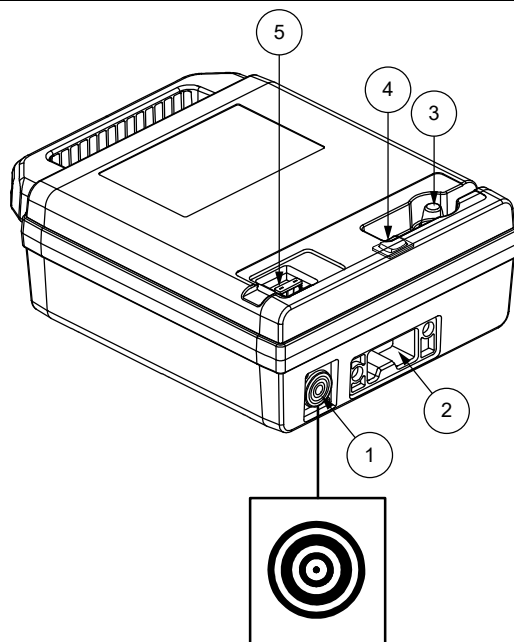
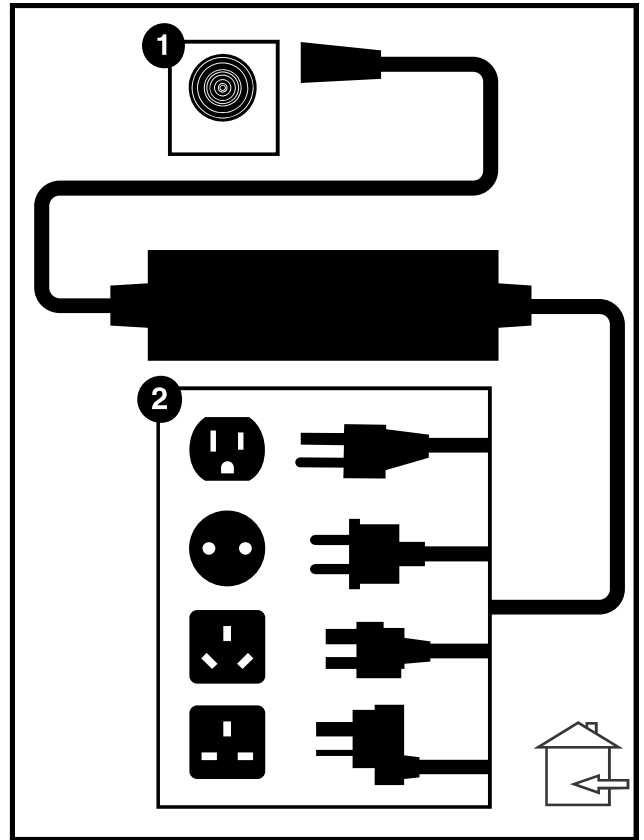

Figure 2. Boîtier de batterie
Figure 4. Chargeur à batteries externe
Votre scooter est équipé d'un système novateur facile à enlever batterie Lithium-Ion. Voir III. "Batteries et recharge" pour les instructions de remplacement de la batterie. **Voir la figure 2 et 3.**
Vous devez brancher le chargeur à batteries externe dans son réceptacle et dans une prise murale standard pour la recharge des batteries de votre scooter. Voir la figure 4.
L'extrémité du connecteur magnétique du chargeur de batterie (voir figure 4) se branche dans le réceptacle de batterie magnétique (voir figures 2 et 10). Inspectez le connecteur et la prise magnétique du chargeur de batterie avant chaque utilisation. S'il y a des débris ou des contaminants, essuyez avec un chiffon doux et sec. En cas de dommage, cessez l'utilisation et contactez votre revendeur agréé.
**NOTE:** Chargez la batterie de votre scooter avant de l'utiliser pour la première fois. Chargez complètement la batterie de votre scooter à l'aide du chargeur fourni avec le scooter. Branchez d'abord le chargeur sur votre scooter, puis branchez le chargeur sur une prise électrique. Voir la figure 2.